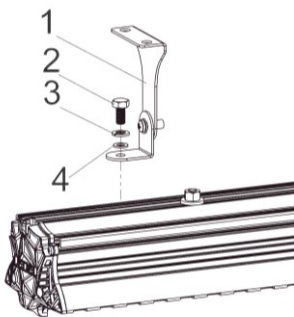

Рисунок 4 Монтаж крепления
- г) Затянуть фиксирующие болты с усилием крутящего момента не более 9,4 Н·м (рис.4);
- б) Зафиксировать крепление болтом (поз.2), гроверной шайбой (поз.3), плоской шайбой (поз.4) и гайкой в Т-образном пазе на профиле светильника (рис.4);